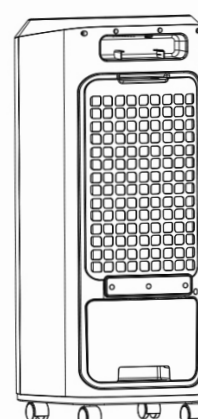

Abbildung 3
4. Setzen Sie den Wassertank ca. ein Viertel wieder in das Gerät und bringen Sie anschließend den Pumpenrahmen wieder an. Schieben Sie den Tank schließlich vollständig in das Gerät, siehe Abbildung 3.